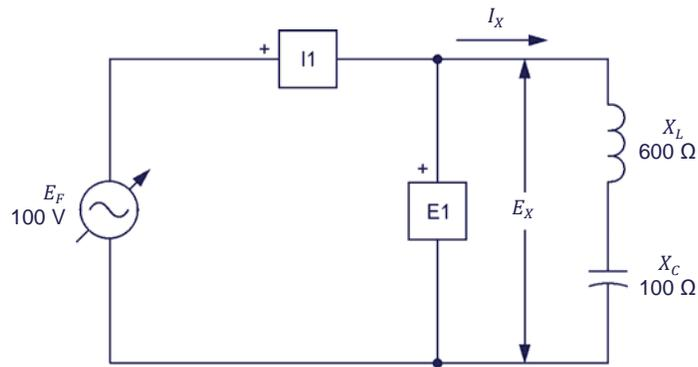

Figura 2-16. Circuito ca serie con un inductor y un condensador.
6. Monte el circuito mostrado en la figura 2-16.
En esta sección, calculará la reactancia equivalente $X_{Equi.}$ de los componentes reactivos del circuito de la figura 2-16. Medirá la tensión E_X , la corriente I_X y calculará la reactancia equivalente $X_{Equi.}$ a partir de dichos valores. Utilizará el Osciloscopio para determinar la relación de fase entre la tensión E_X y la corriente I_X y establecerá si la reactancia equivalente es inductiva o capacitiva. Luego intercambiará los valores de reactancia inductiva y capacitiva en el circuito y repetirá los pasos anteriores. Determinará la relación entre la polaridad de la reactancia equivalente $X_{Equi.}$ de los componentes reactivos y la naturaleza de la reactancia equivalente (inductiva o capacitiva).